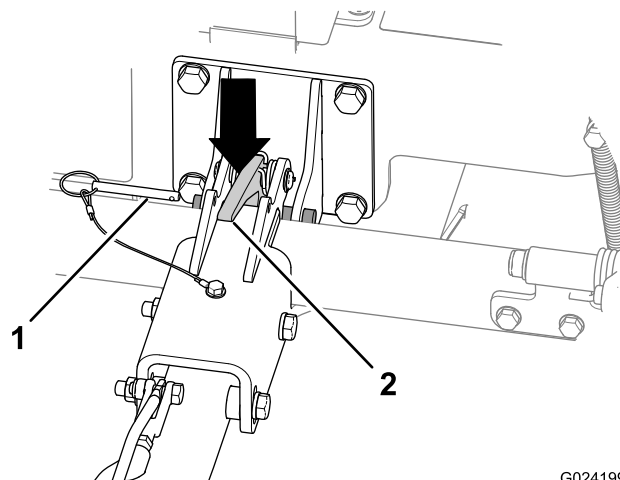

Figure 27
- A. Retirez la goupille de verrouillage (**Figure 27**).
- C. Appuyez sur le verrou d'attelage pour le déverrouiller (Figure 27).